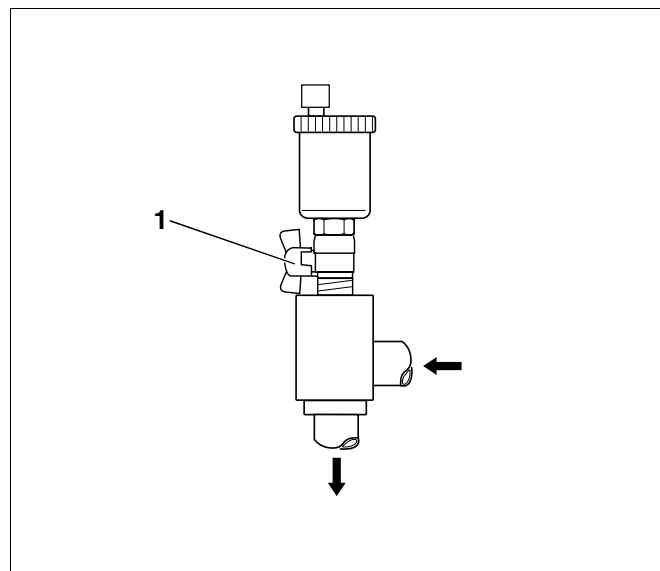

Fig. 28 Purga automática
- Concluída a purga, não deixe de fechar novamente a torneira de esfera (Fig. 28, **Item 1**) do dispositivo de purga.